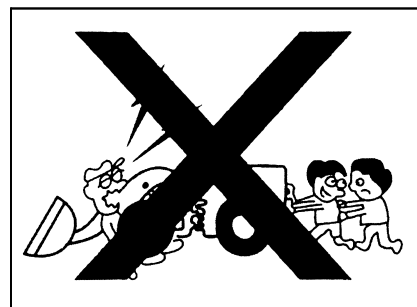

Рис. 2-23
- При регулировке давления, постараться уходить далеко от шины, при регулировке необходимо стоять за шиной. (Рис.2-23)